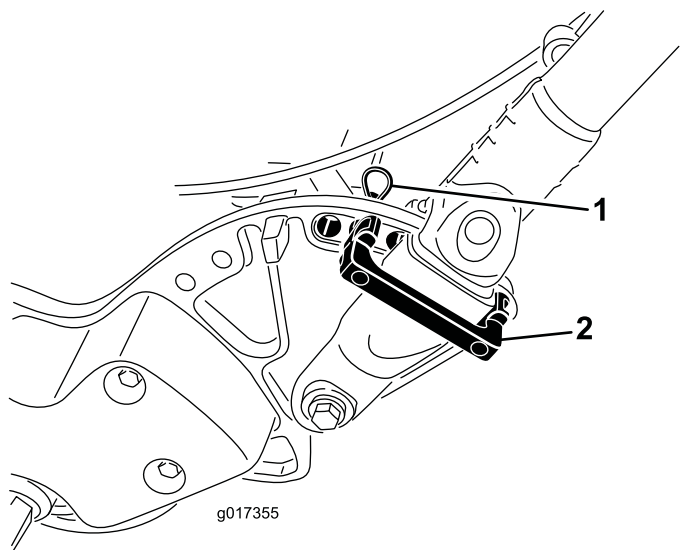

Figura 32
1. Retire as chavetas dos fixadores do manípulo em cada lado da máquina (Figura 32).
2. Enquanto segurar no manípulo, retire as chavetas de cada lado e rode o manípulo até o colocar na posição desejada para sua utilização (Figura 32).